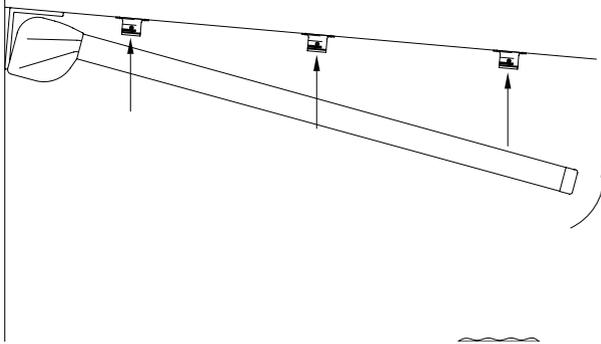

Abb. 16: Einclippen der Führungsschienen
- » Heben Sie beide Führungsschienen gleichmäßig an und drücken diese in die schon montierten Führungsschienenhalter (Abb. 16).